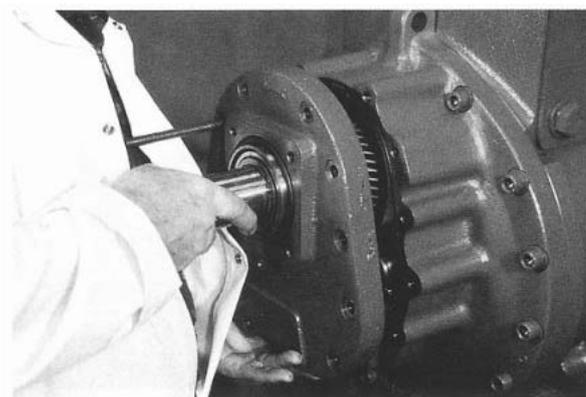

Рис. 20
9. Вытащите крышку редуктора, поддерживающую и приводной вал, и шестерню. (Рис. 20)